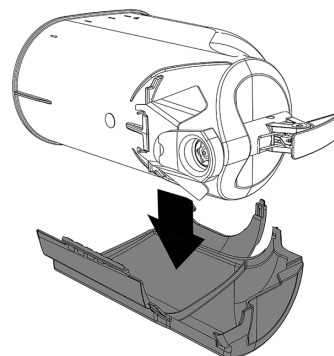
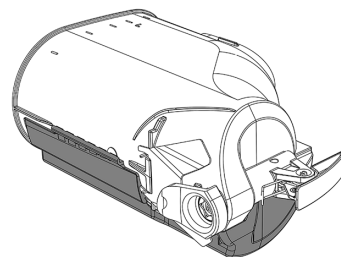

figura 2
figura 3
- 1 Apoye la parte derecha del recuperador sobre una superficie. Coloque el recipiente en su interior.(ver figura 2)(ver figura 3).